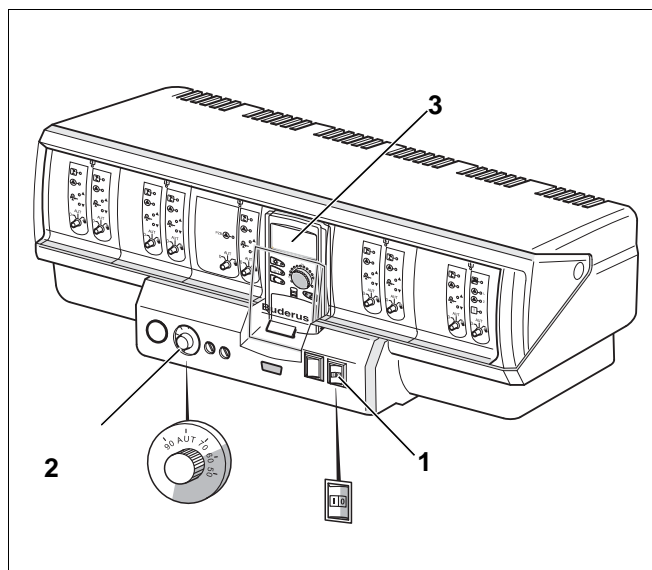

Рис. 1 Система управления Logamatic 4000
- Переведите пусковой выключатель (рис. 1, поз. 1) в положение "1" (ВКЛ).
- Установите нужную температуру на регуляторе температуры (рис. 1, поз. 2).
- Переведите пусковой выключатель (рис. 1, **поз. 1**) из положения "1" (ВКЛ) в положение "0" (ВЫКЛ).
Неисправность горелки показывается сигнальной лампочкой на горелке, на системе управления и на дисплее (рис. 1, **поз. 3**).